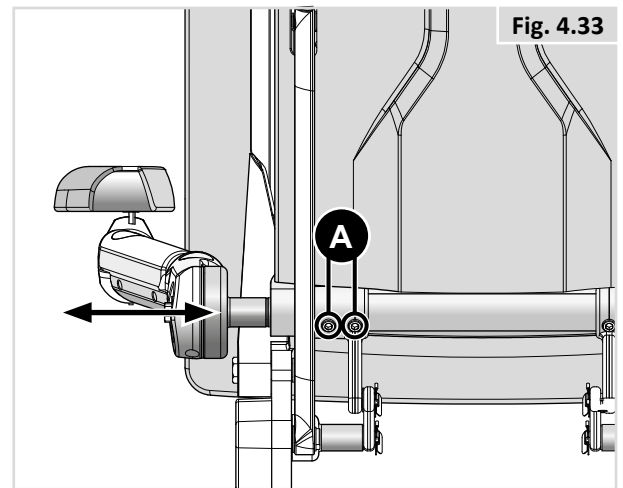

Fig. 4.33
- Løsne de to skruene (5 mm sekskantnøkkel) på kryssrøret, som vist i Fig. 4.33 - A.